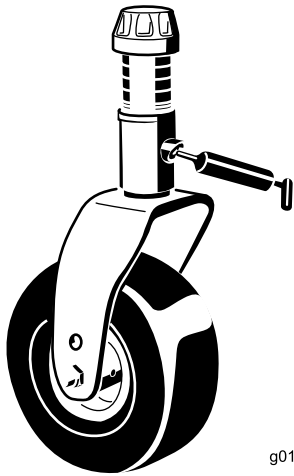

Figure 20
- Bagues d'axe de fourche de roue pivotante (4) (Figure 20).